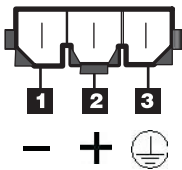

Figura 3-58. Conector de Energia DC - Posições dos Pinos
3. Conecte o cabo de energia dc à fonte de alimentação. Consulte Figura 3-58 para conhecer as posições de PINO do conector da fonte de alimentação dc.